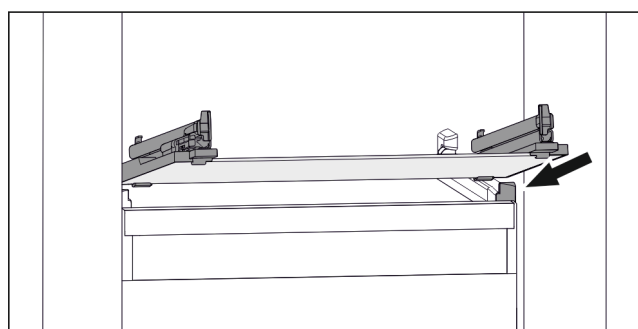

Fig. 73 Przykładowa prezentacja płyty szklanej
- ▶ Założyć płytę szklaną pod skosem za stoperami. (patrz Fig. 73)